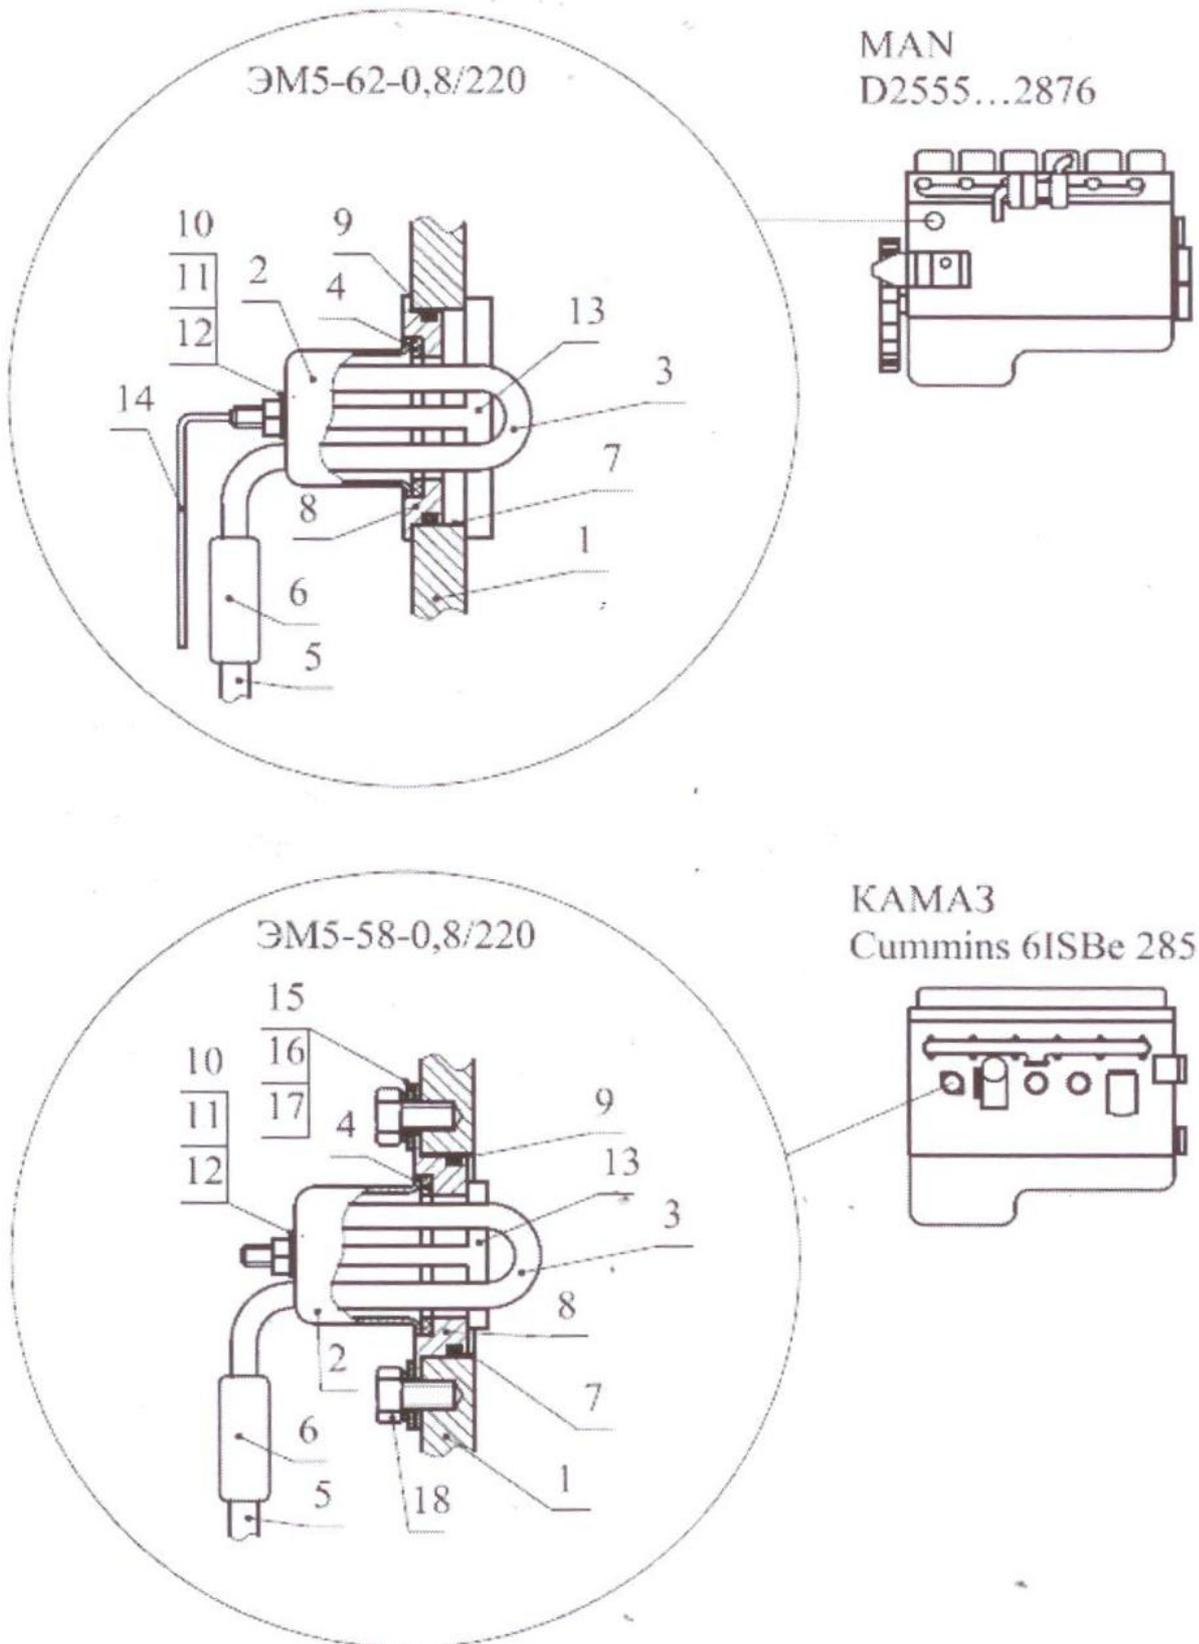

Рис. 4.1
5.1 Найдите нужную заглушку в блоке цилиндров (см. рис.4.1). Для справки: размер отверстия поз заглушку для блока двигателя Cummins 6ISBe 285 – Ø58 мм; для D2555...2876 – 62 мм.
5.5.2 Собрать подогреватель с переходным фланцем, закрепив его при помощи прижима, затягивая гайку 12 (см. рис. 4.1) с усилием, достаточным для обжатия уплотнений (момент затяжки  $4\div 5\text{Н}\cdot\text{м}$ ).
5.5.4 Собрать на болтах шайбы (см. рис. 4.1), завернуть болты в штатные отверстия в стенке блока цилиндров, прижав переходной фланец.